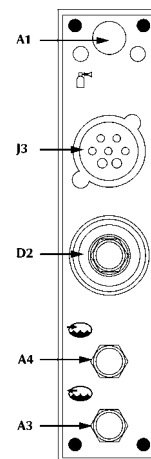

Fig. 9
- Tilslut kabelbundet til stikkontakten D2/J3 (fig. 9) og rørene for kølevæsken, hvis dette anlæg anvendes, til stikkontakterne A3/A4.
- Tilslut gasrøret til tilslutningen på 1/4 tommer bagpå (fig. 9);